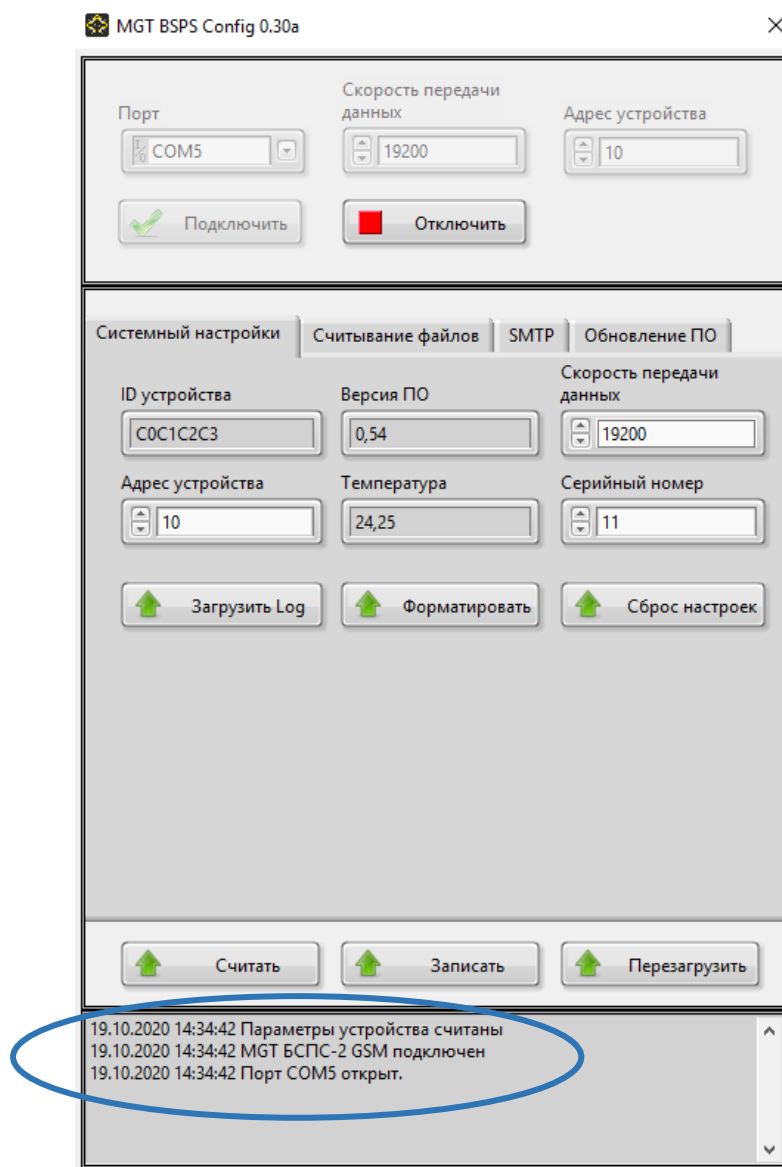

рис.4
3. Дождаться подключения «MGT БСПС-2» (рис.4).
Системные настройки: настройки порта RS-485 для работы по RS-485-му порту, серийный номер устройства. (рис.4).